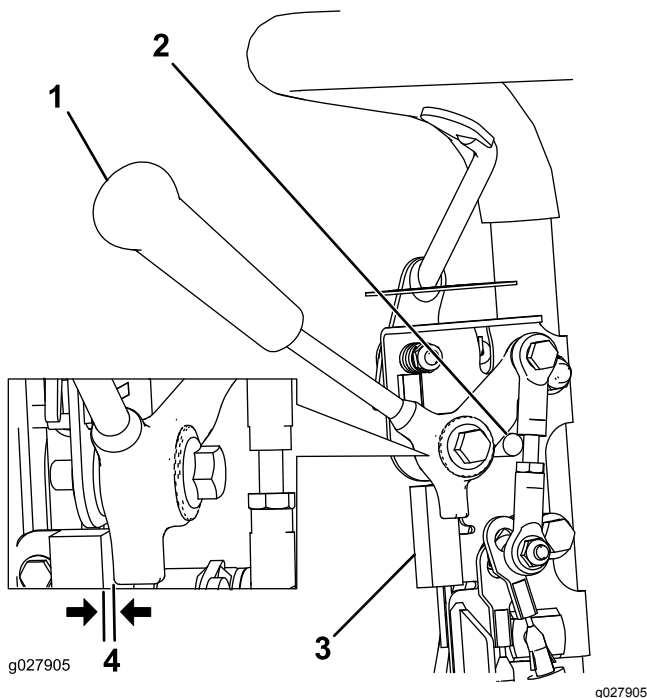

Bild 36
1. Stellen Sie sicher, dass der Motor abgestellt und der Fahrtriebshebel ausgekuppelt ist und den Neutralanschlag berührt (Bild 36).
2. Lösen Sie die Befestigungsschrauben des Sicherheitsschalters (Bild 36).
3. Legen Sie eine 0.8 mm dicke Beilagscheibe zwischen den Fahrtriebshebel und den Sicherheitsschalter (Bild 36).